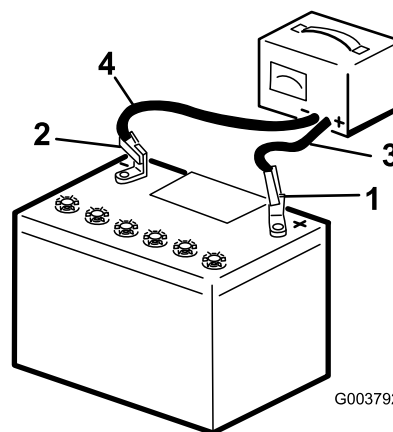

Figura 50
- Încărcați bateria timp de 4 - 8 ore la 3 - 4 A (Figura 50). Nu supraîncărcați bateria.
- Atunci când bateria este complet încărcată, deconectați încărcătorul de la priză electrică, apoi deconectați cablurile încărcătorului de la clemele bateriei (Figura 50).